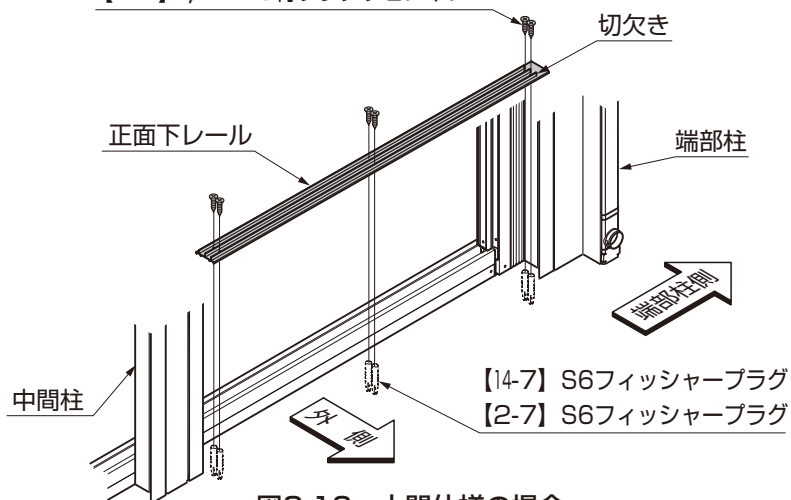

図3-16 土間仕様の場合
- 土間仕様の場合の正面下レール取付けには、【2-7】または【14-7】を使ってください。(図3-16参照)